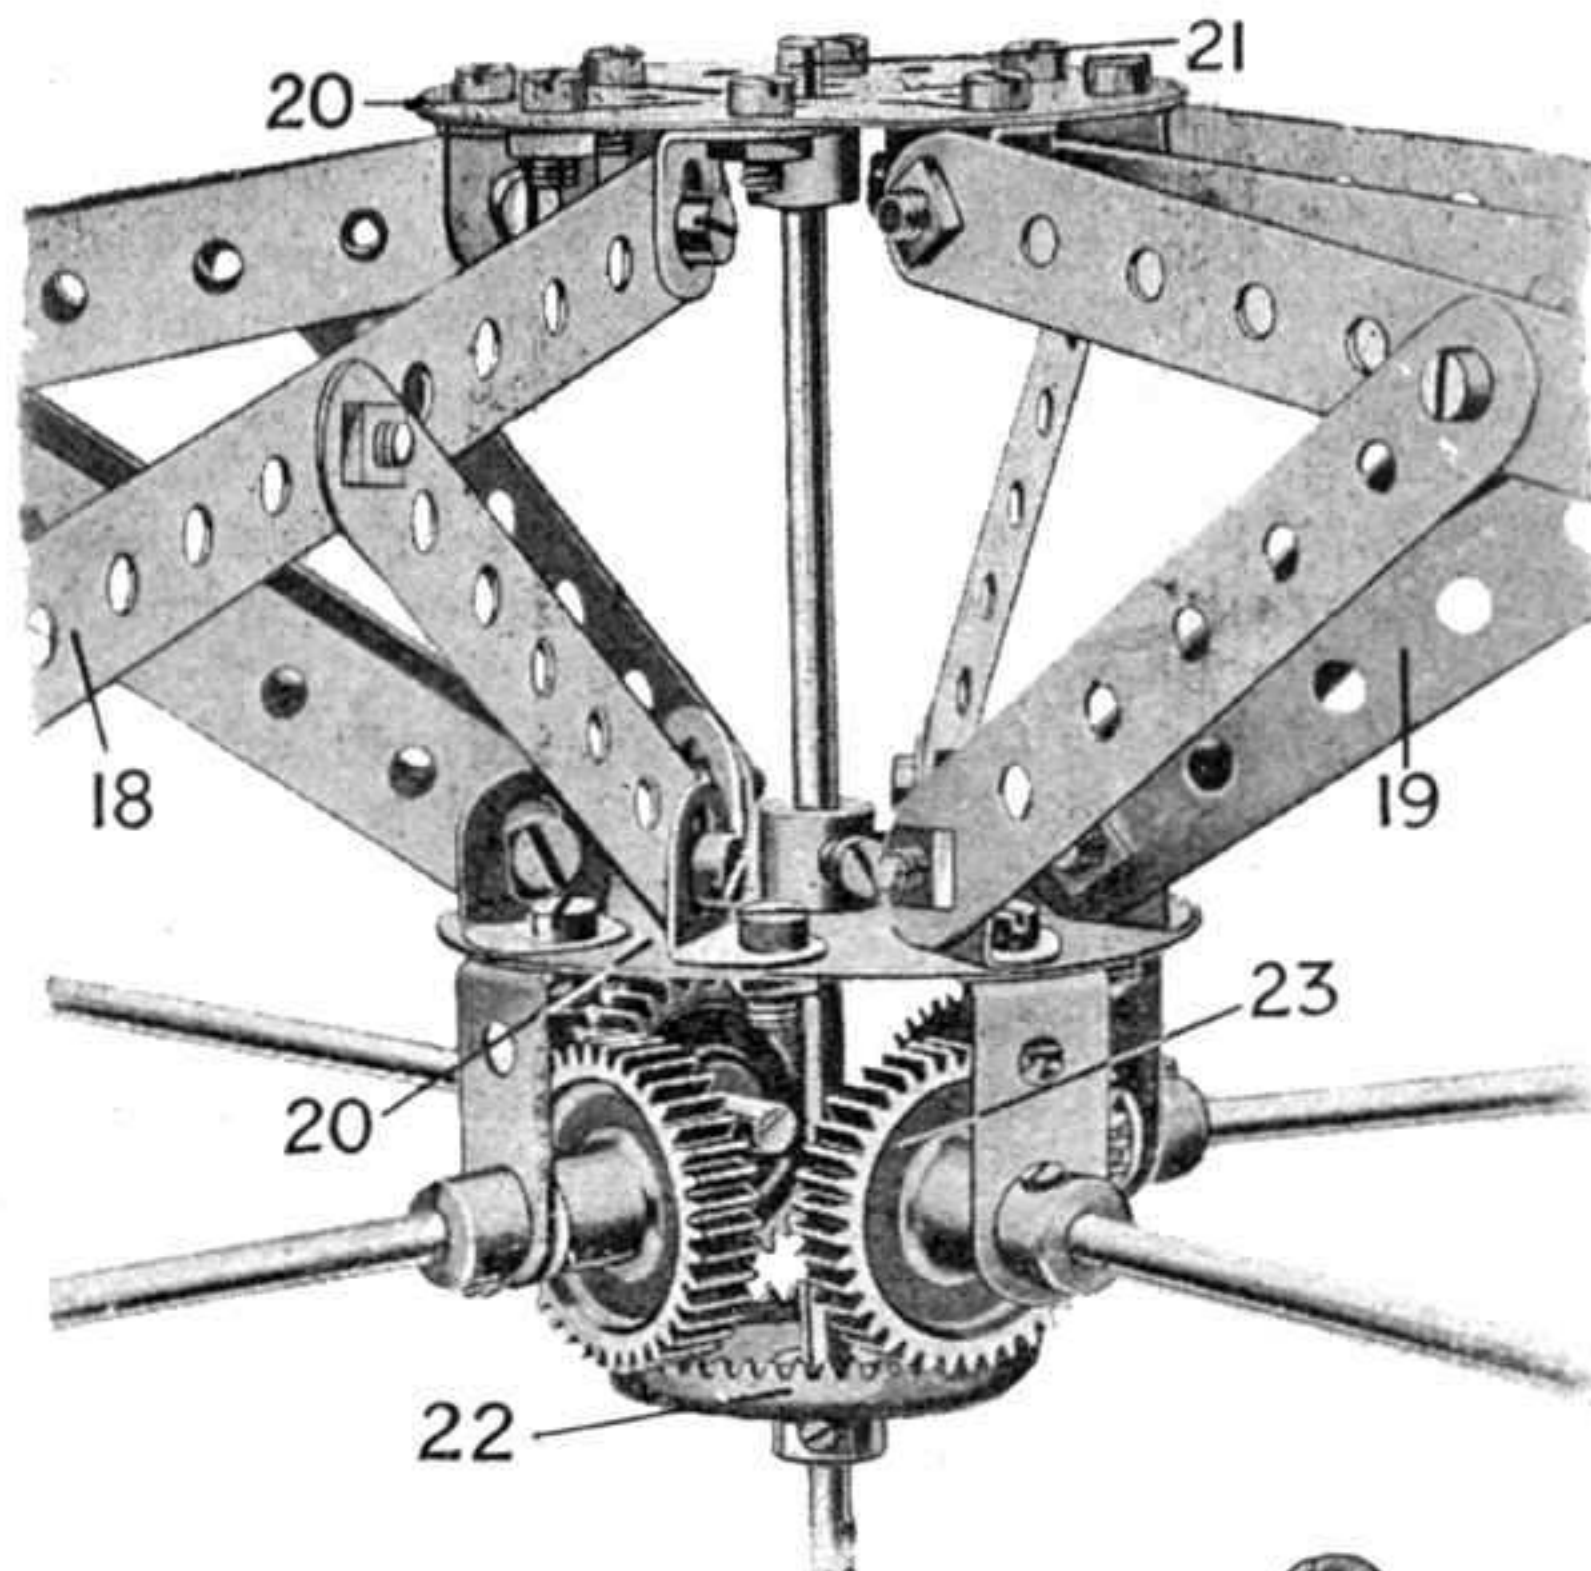

Fig. 6. — Mécanisme supérieur de commande
Les bosses des Plateaux Centraux (20) constituent des supports pour une Tringle de 29 cm. (21) à laquelle est fixée une Roue de Champ (22) (Fig. 6) qui engrène avec les dents de quatre Roues Dentées de 25 mm. (23) sur les Tringles (24). On prolonge la Tringle 21 par un Accouplement 25 et une courte Tringle 12, qui est fixée dans la bosse du chemin de roulement inférieur du Roulement à Rouleaux, de façon que la Roue de Champ 22 reste fixe, et que la structure pivotante fasse voyager les Roues Dentées 23, autour de la